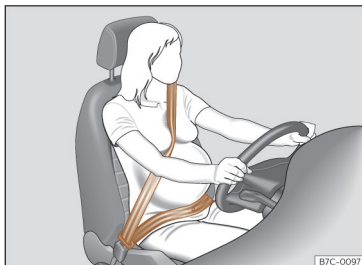

Fig. 22 Colocação da faixa do cinto de segurança no caso das mulheres grávidas.
No caso de **mulheres grávidas**, o cinto de segurança deve passar de forma uniforme sobre o peito e o mais baixo possível na zona pélvica, com a faixa plana para que não pressione o ventre; deve utilizar-se durante toda a gravidez >>> **Fig. 22**.
- No caso de mulheres grávidas, a faixa abdominal do cinto de segurança deve passar o mais baixo possível à frente da zona pélvica, direita e «contornando» o ventre >>> **Fig. 22**.